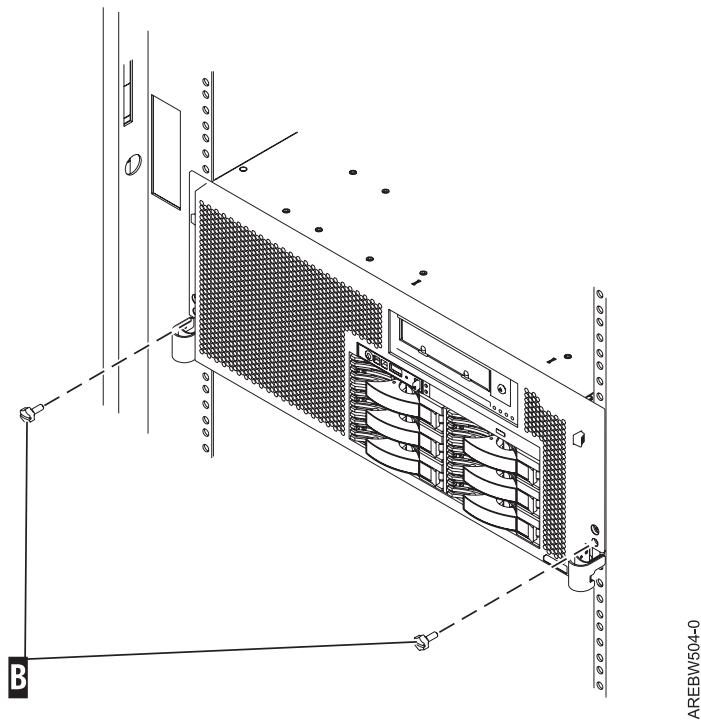

Figure 35. Fixez fermement le système à l'armoire par le biais des taquets de l'armoire
11. Utilisez les vis de fixation pour fixer les taquets de l'armoire à l'armoire, comme indiqué dans figure 35.